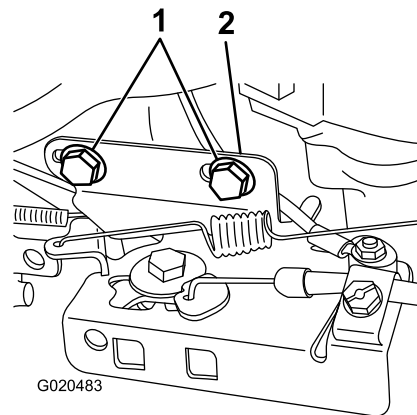

Bild 29
1. Lösen Sie die zwei Schrauben, mit denen die Kabelbefestigungshalterung montiert ist, und ziehen Sie sie so weit wie möglich nach links. Ziehen Sie dann die zwei Schrauben an (Bild 29).